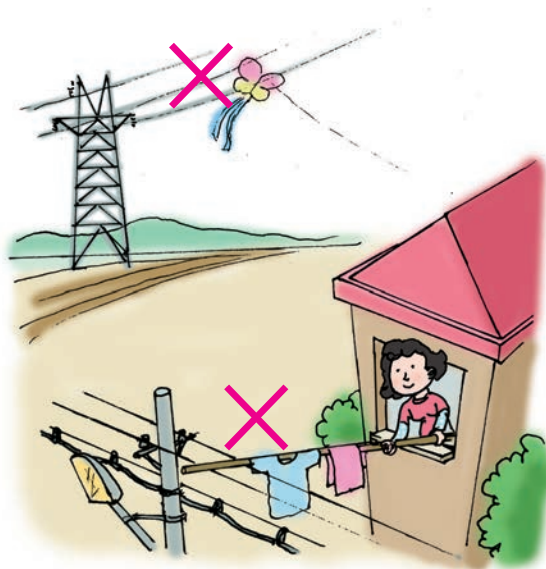

图 0-17
(4) 保护供电线路,不做危及安全、有损线路的事(图0-17)。